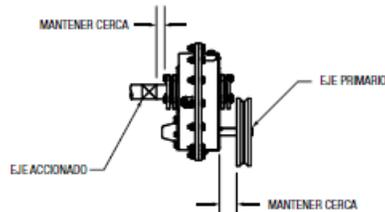

Figura 2 – Instalación del reductor y la polea
- Instale la polea en el eje primario tan cerca del reductor como resulte práctico (Figura 2).